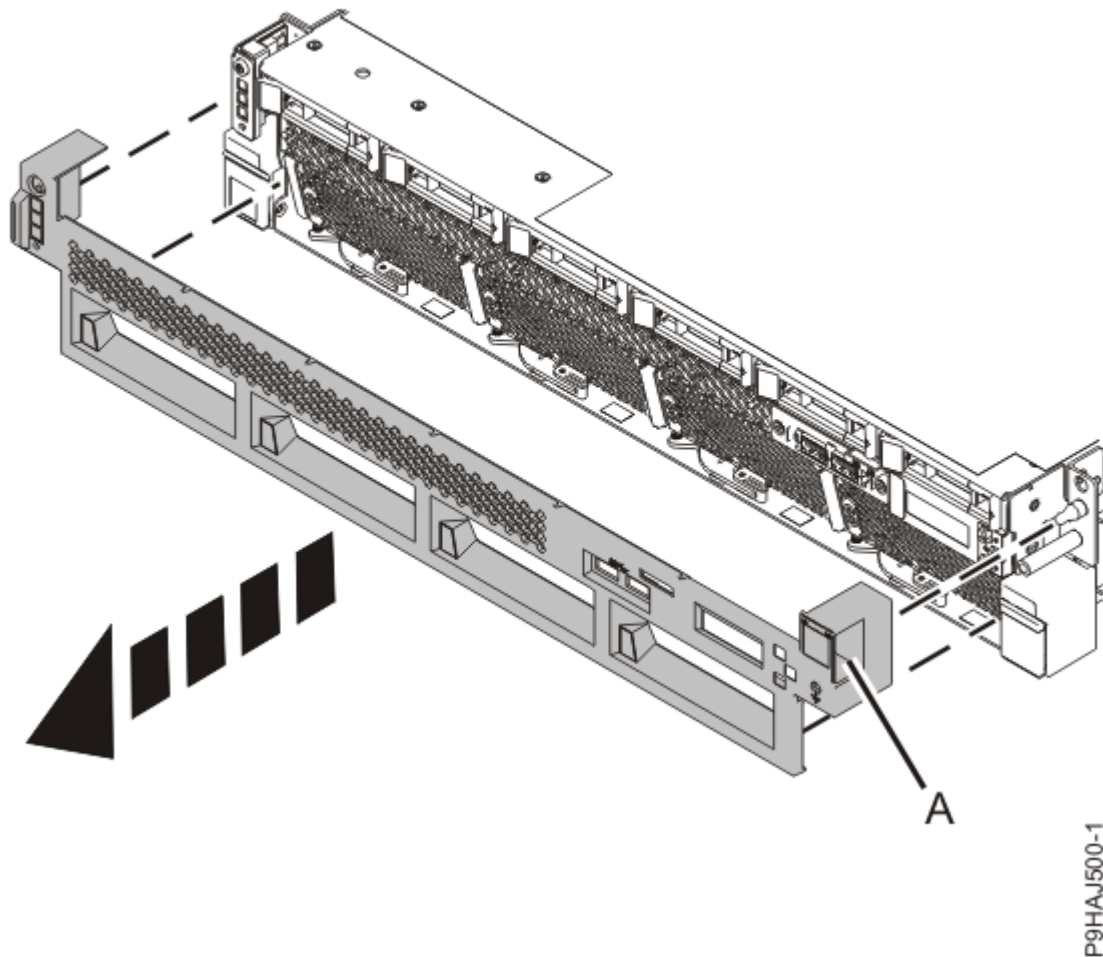

Figura 18. Extracció de les cobertes frontals
La coberta té osques (A) on la podeu fer aguantar més fàcilment. Consulteu *Figura 18* a la pàgina 20.